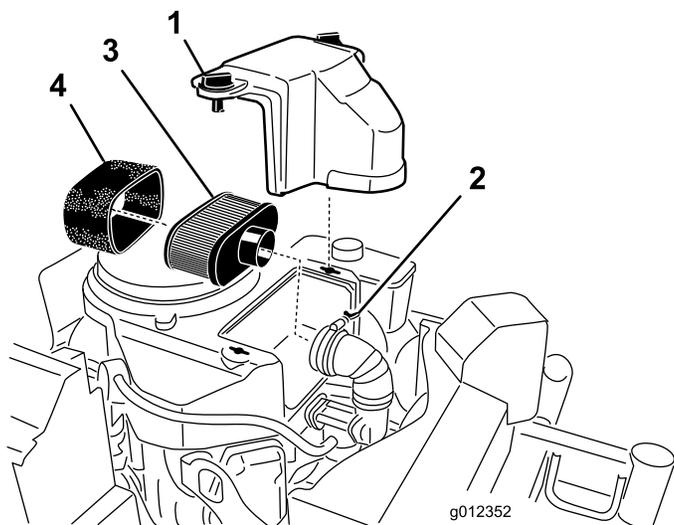

Figura 41
3. Para evitar qualquer dano, limpe à volta do filtro de ar para impedir a entrada de impurezas para o interior do motor (Figura 41).
4. Desaperte os manípulos da tampa e retire a cobertura do filtro de ar (Figura 41).
5. Desaperte a braçadeira de tubo e retire a estrutura do filtro do ar (Figura 41).
6. Retire cuidadosamente o filtro de esponja, passando pelo filtro de papel (Figura 41).
2. Substitua o filtro de papel se estiver danificado (Figura 41).
1. Coloque cuidadosamente o filtro de esponja, passando pelo filtro de papel (Figura 41).
2. Coloque a estrutura do filtro do ar na base do filtro do ar ou tubo e prenda-a (Figura 41).
3. Coloque a cobertura do filtro de ar na respetiva posição e aperte o manípulo da tampa (Figura 41).